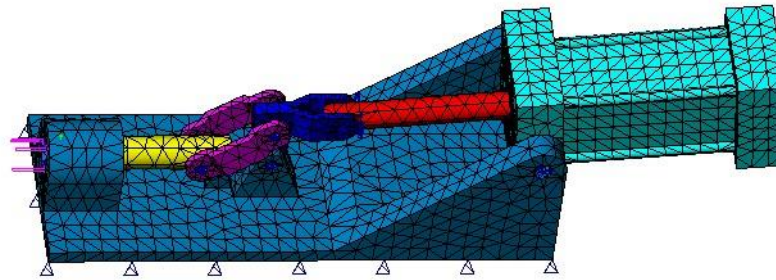

Рисунок 5.14 – Конечно-элементная сетка
- Нажмите для  принятия значений по умолчанию. Сетка создана (рис. 5.14) и анализ выполнен.